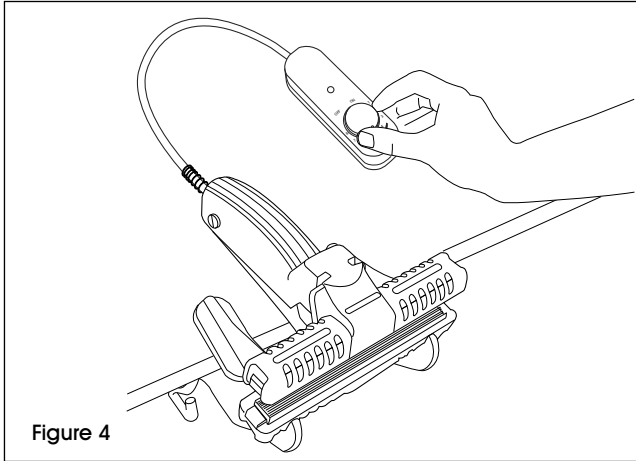

Figure 4
1. Turn the unit on by plugging it in and adjusting the temperature dial. See Settings Chart (page 3) to determine optimal temperature. (See Figure 4)
1. Allumez l'appareil en le branchant et en ajustant le cadran de température. Consultez le tableau des réglages (page 9) pour déterminer la température optimale. (Voir Figure 4)